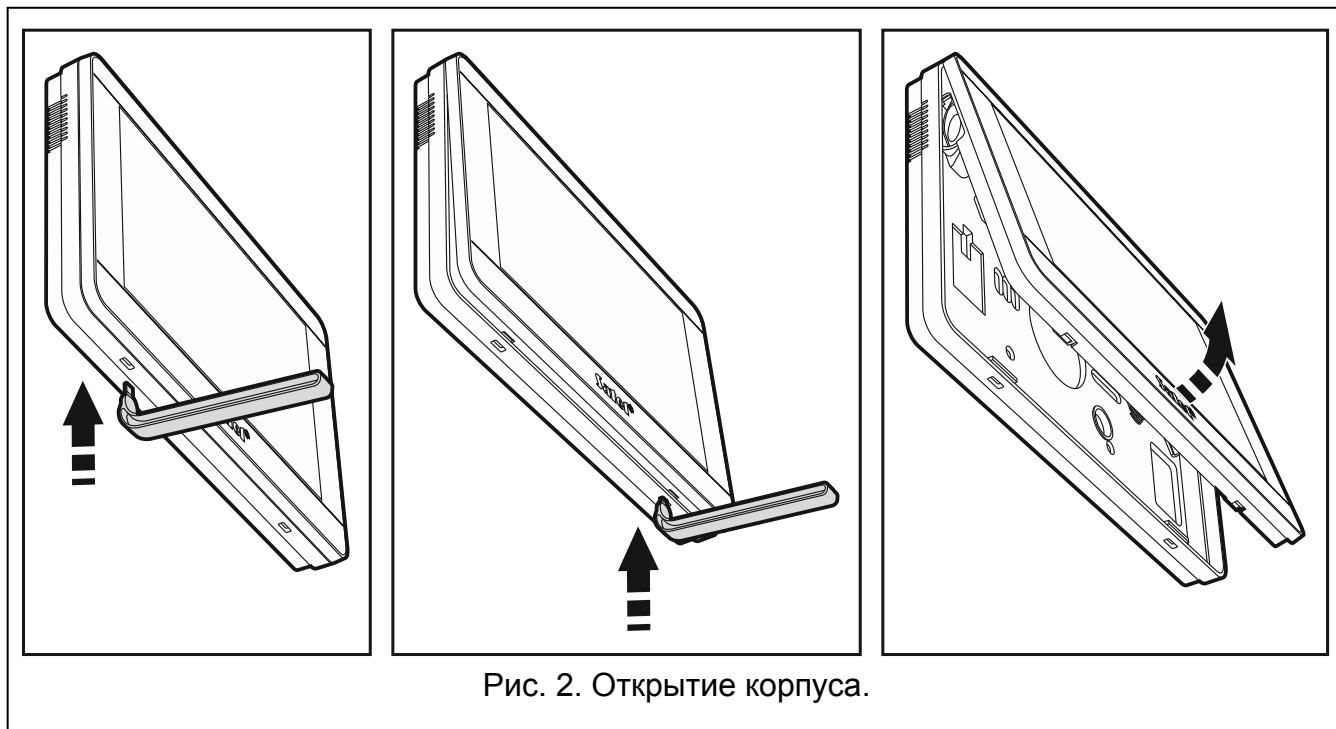

Рис. 2. Открытие корпуса.
1. Откройте корпус клавиатуры (см.: рис. 2).
1. Откройте корпус клавиатуры (см.: рис. 2). Представленный на рисунке инструмент, предназначенный для открытия корпуса, поставляется с устройством.